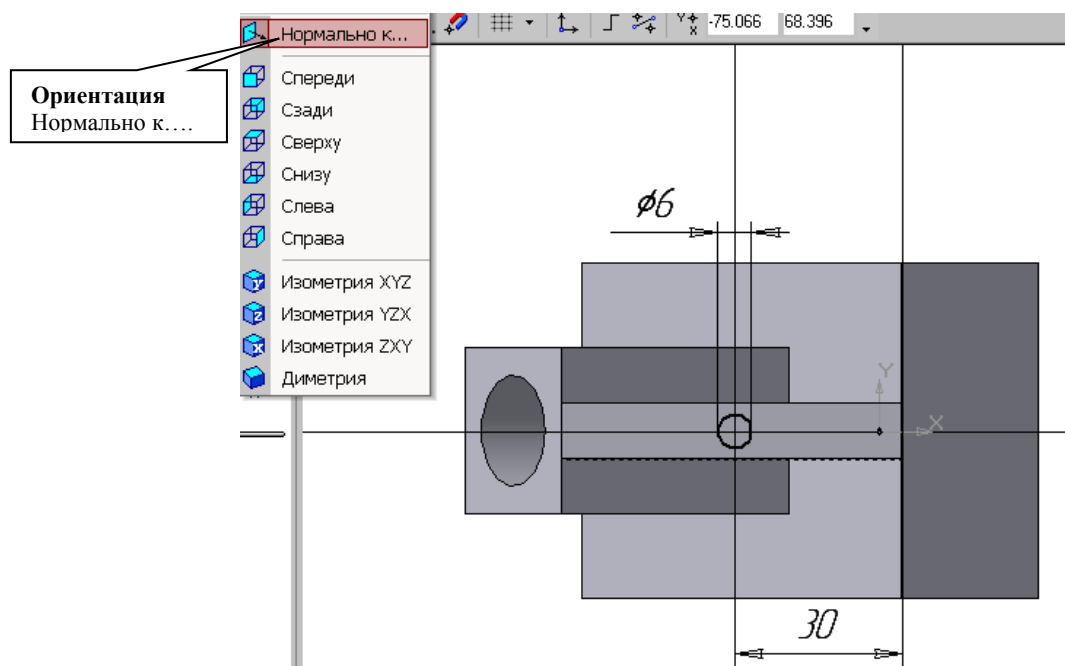

Рис.96 Эскиз отверстия
7. Для поочередного вырезания выдавливанием на глубину 15 мм двух отверстий, расположенных на ребрах жесткости, построим эскизы – окружности радиусом R3 мм. Указав наклонную плоскость, на которой будет вычерчиваться эскиз, выберем ориентацию – Нормально к ... (рис.96).